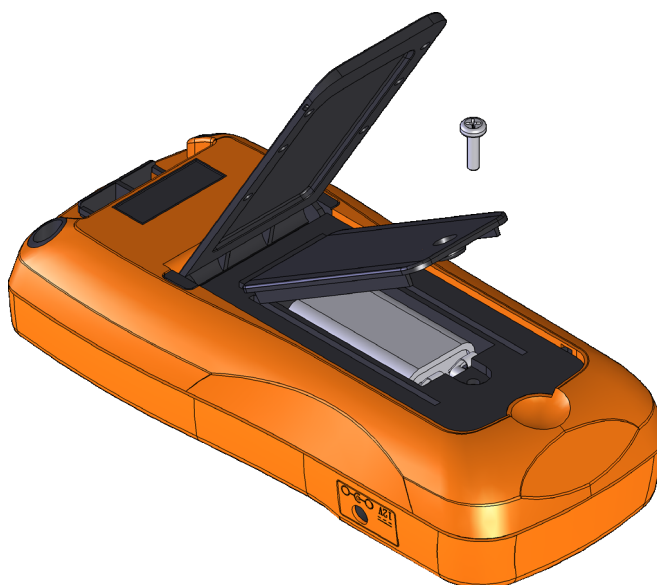

Figura 1-1 Installazione delle batterie
- 1 Aprire il coperchio delle batterie.** Sollevare il supporto inclinato. Con un cacciavite adatto Phillips, svitare e rimuovere il coperchio della batteria come nella Figura 1-1.